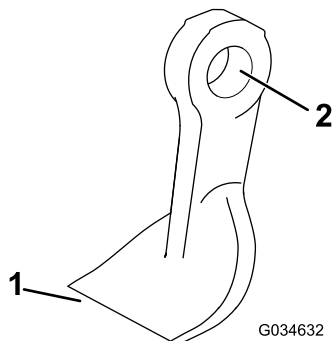

Bild 78
4. Prüfen Sie jedes Messer auf Beschädigungen und achten Sie besonders auf die Befestigungen, die Schnittkante und die Befestigungslöcher (Bild 78). Ersetzen Sie beschädigte Messer und Befestigungen.